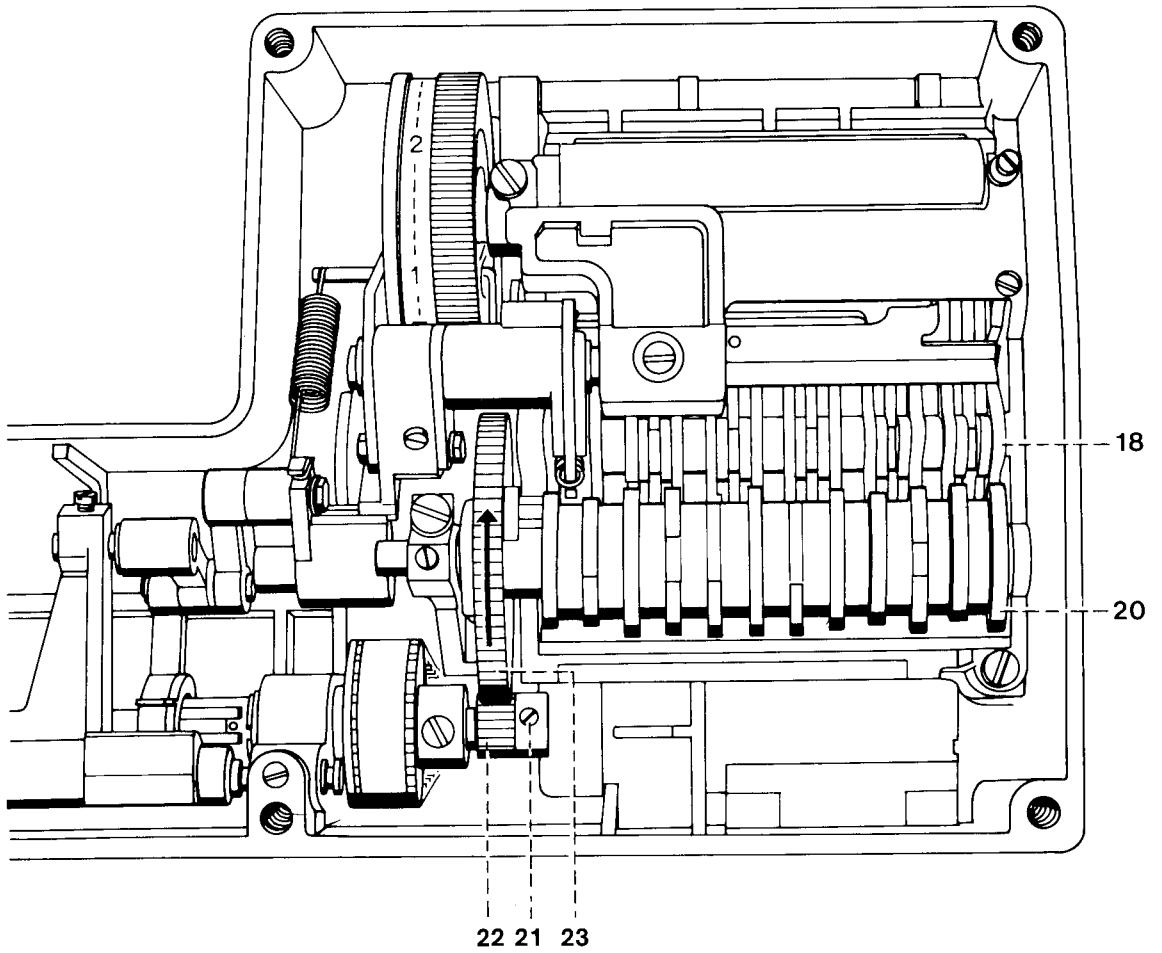
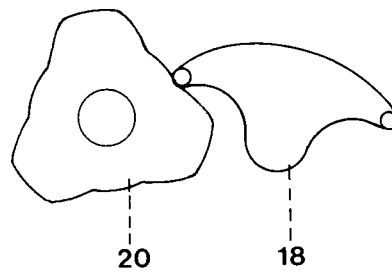

Fig. 13b
Fig. 13c
- Die zwei Schrauben 21 lösen (siehe Abb. 13b).
- Das große Zahnrad 23 in Pfeilrichtung drehen, bis der Tastfinger 18 (Abb. 13c) genau am Anfangspunkt der aufsteigenden Kurve 20 steht.
- Loosen the two screws 21 (Fig. 13b).
- Turn the large gear 23 in the direction of arrow until feeler finger 18 (Fig. 13c) is exactly at the beginning of the lobe of cam 20.
- Desserrer les deux vis 21 (fig. 13b)
- Tourner la grande roue dentée 23 (fig. 13b) dans le sens indiqué par la flèche jusqu'à ce que le palpeur 18 (fig. 13c) se trouve exactement à la naissance de la came ascendante 20.